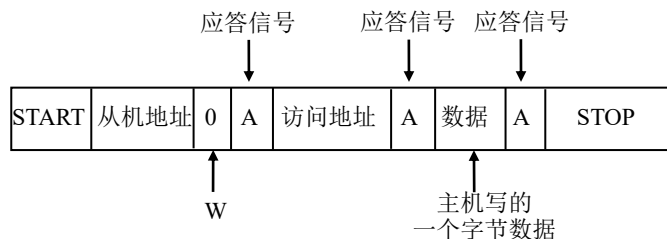

Figure 16-7 主机向从机写数据
如 Figure 16-7 所示，主机要向从机写 1 个字节数据时，主机首先产生 START 信号，然后紧跟着发送一个从机地址，这个地址共有 7 位，紧接着的第 8 位是数据方向位 (R/W)，0 表示主机发送数据 (写)，1 表示主机接收数据 (读)，这时候主机等待从机的应答信号 (A)，当主机收到应答信号时，发送要访问的地址，继续等待从机的应答信号，当主机收到应答信号时，发送 1 个字节的数据，继续等待从机的应答信号，当主机收到应答信号时，产生停止信号，结束传送过程。